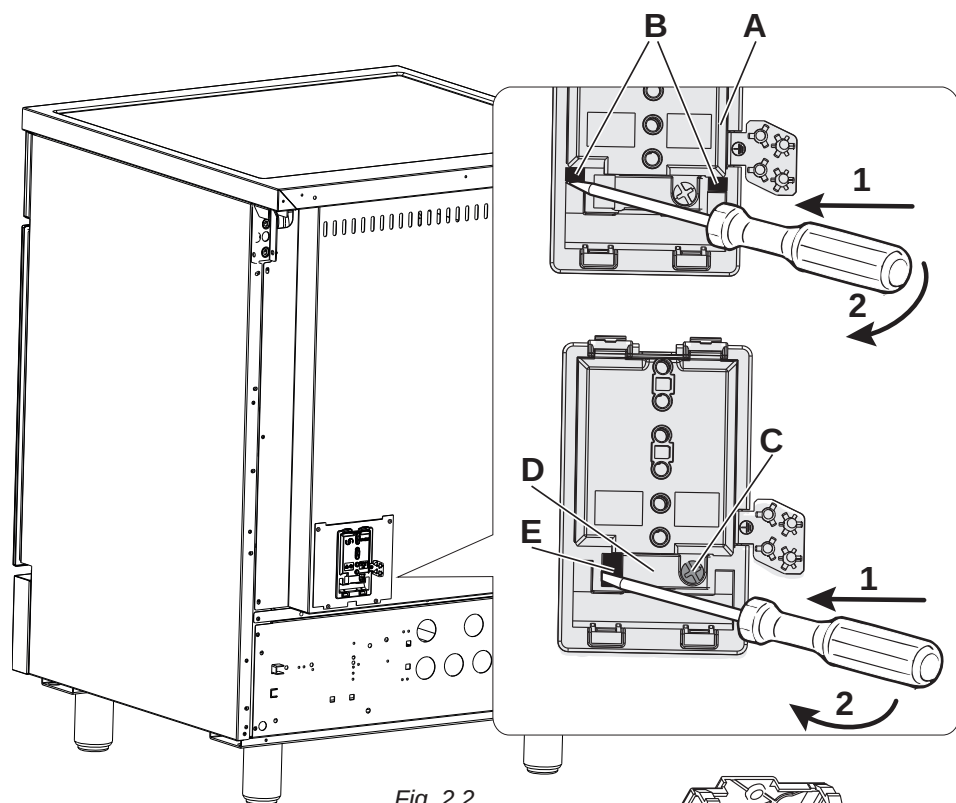

Fig. 2.2
- Skru skruen "C" ut og åpne avlastningen "D" helt ved å plassere en skrutrekker i kroken "E" (Fig. 2.2.).
- Koble til fase, null og jord i klemrekken "F" som vist i tilkoblingsdiagrammet i Fig. 2.2.; Lusene "G"